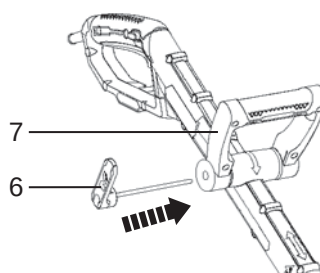

Fig. 4
- > Puis fixez la poignée en serrant l'écrou (Fig 4)